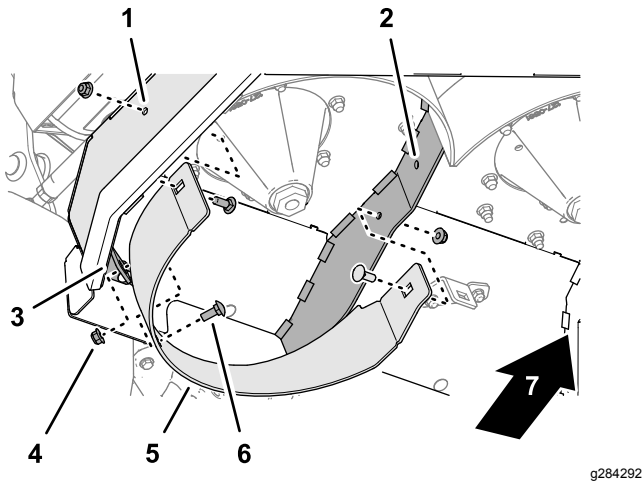

Figura 44
4. Sul fondo del lato destro del piatto di taglio, rimuovete i 3 bulloni a testa tonda ($\frac{3}{8}$ " x 1") e i 3 dadi di bloccaggio flangiati ($\frac{3}{8}$ ") che fissano il deflettore destro alla piastra laterale del piatto di taglio, al supporto del deflettore centrale/destro e al separatore destro, quindi rimuovete il deflettore destro (Figura 44).